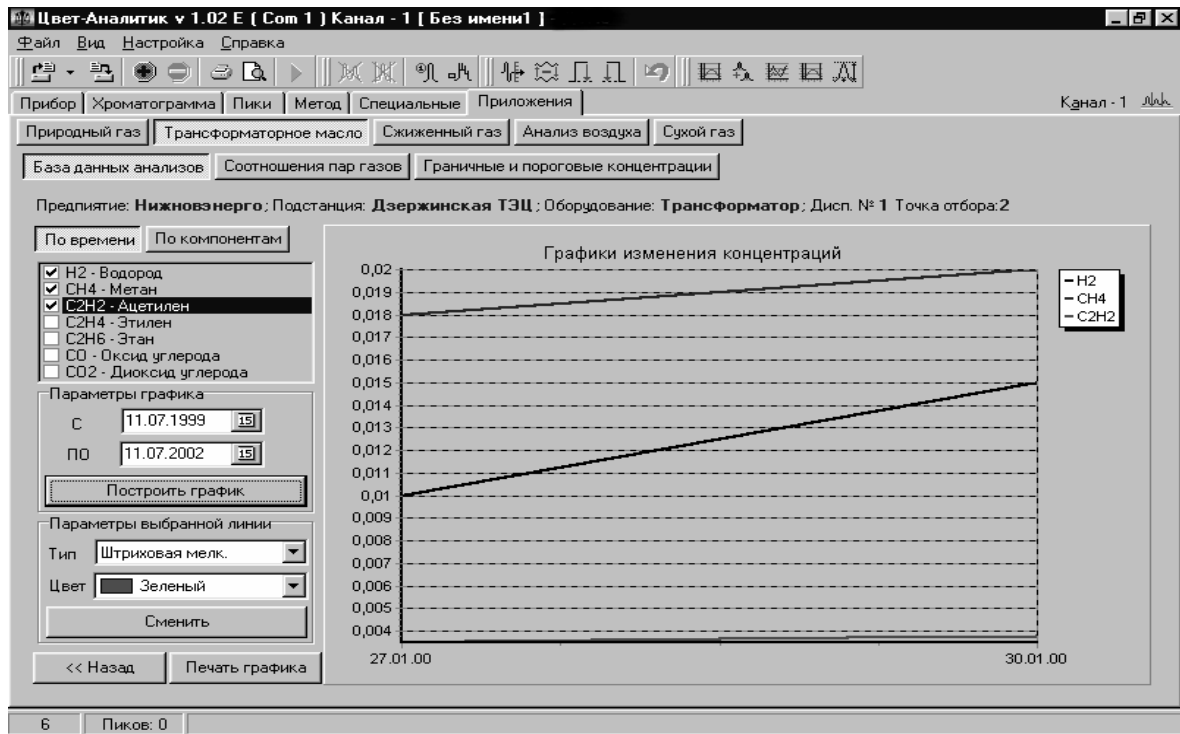

Рис. 9. Графики изменения концентрации газов во времени
- Для построения графиков изменения концентрации (Рис. 9) газов во времени необходимо отметить нужные газы, задать временной диапазон и нажать кнопку построить график. Существует возможность изменить цвет и стиль линии построенного графика. Для этого нужно щелкнуть левой клавишей мыши по названию газа, выбрать в выпадающих списках цвет и стиль линии и нажать кнопку **Сменить**.